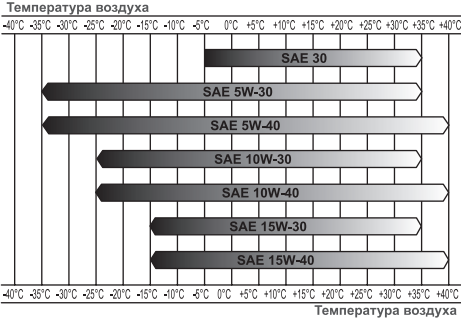

Рис. 6 Определение вязкости масла
*Нельзя применять масло для двухтактных двигателей. Рекомендуется применять моторное масло для четырехтактного бензинового двигателя категории SL и выше по системе классификации API. Вязкость масла по классификации SAE выбирается в зависимости от температуры окружающего воздуха, при которой будет работать двигатель. При выборе вязкости масла пользуйтесь таблицей, показанной на Рис. 6.*